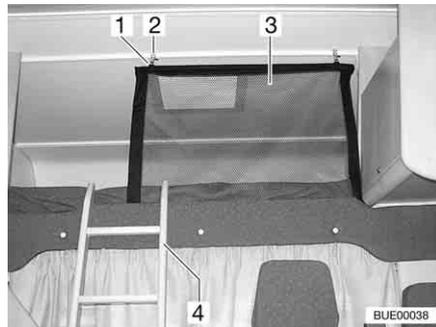
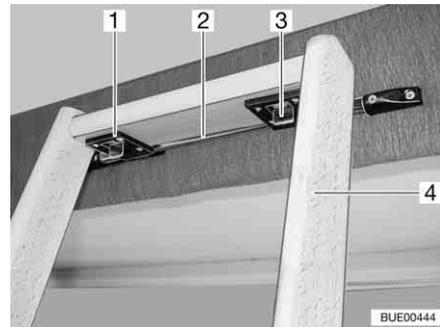

Fig. 110 Cama de alcoba
Fig. 111 Escalera de ascenso, bloqueo
Para subir a la cama de alcoba, utilizar la escalera de ascenso (Fig. 110,4 y Fig. 111,4) equipada de serie.
- Enganchar la escalera con los dos ganchos (Fig. 111,1) en la barra (Fig. 111,2) del panel de la alcoba.
- Correr los dos bloqueos (Fig. 111,3) hacia adelante.
La red de seguridad (Fig. 110,3) viene de serie entre el colchón y el somier. Tender la red de seguridad cuando las personas ya se encuentren en la alcoba.
- Enganchar el soporte (Fig. 110,1) en las argollas en el techo (Fig. 110,2).